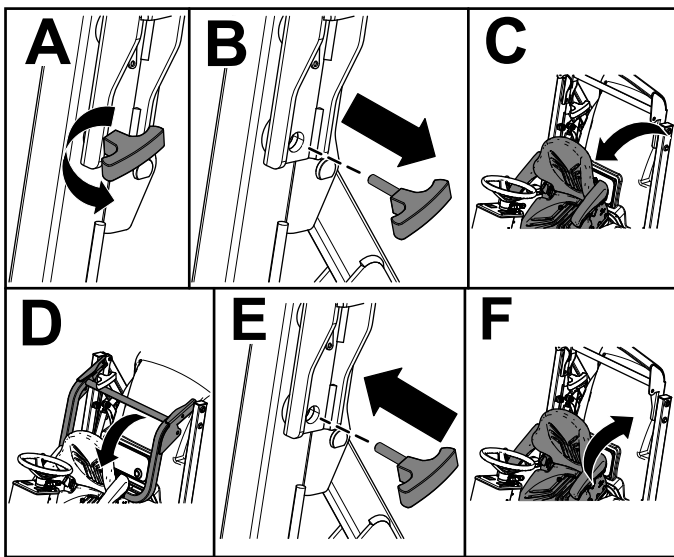

Figura 15
4. Înclinați scaunul în față (Figura 15).
5. Îndepărtați tifturile de la bara antiruliu (Figura 15).
6. Coborâți bara antiruliu și fixați-o cu tifturile (Figura 15).
7. Înclinați scaunul din spate în poziția blocată (Figura 15).